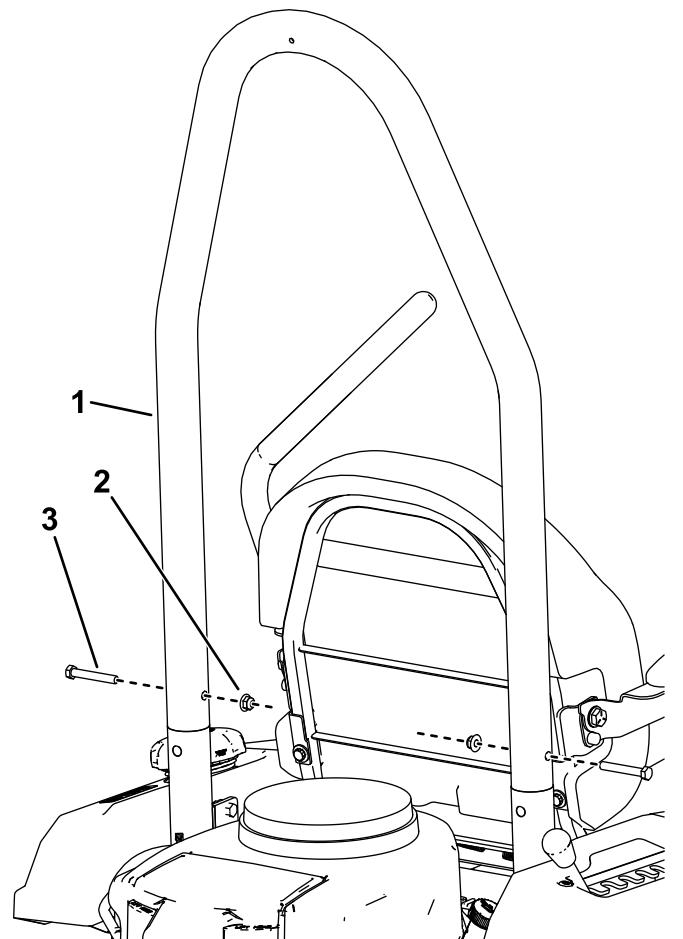

Bild 15
4. Kippen Sie das Überrollschutzrohr in Richtung des Hecks der Maschine. Befestigen Sie das Überrollschutzrohr mit zwei Schrauben (3/8" x 2½") und zwei Sicherungsmuttern (3/8") an den Halterungen des Überrollschutzes, wie in Bild 15 dargestellt.